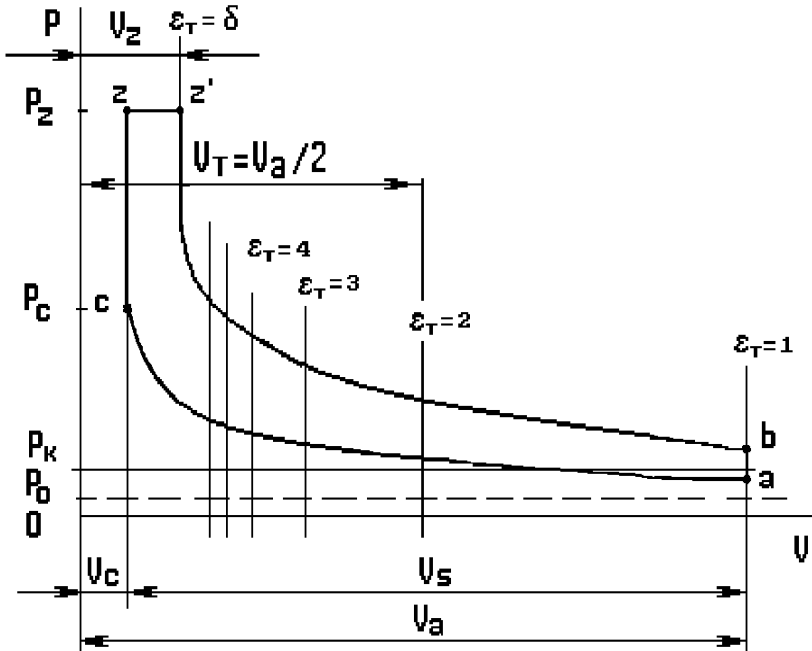

Рис. 1. Расчетный цикл Тринклера
*Задача 1.* Построить и обработать диаграмму (зависимость давления в цилиндре от объема цилиндра) расчетного цикла дизеля со смешанным подводом тепла (цикла Тринклера), рис. 1. Определить температуры и давления газа в характерных точках цикла ( $a, c, z, z', b$ ), вычислить среднее индикаторное давление графическим методом. Исходные данные для расчетов приведены в табл. 2.
где  $l$  — длина диаграммы, мм (отрезок, соответствующий объему  $V_S$  на рис. 1);  $m$  — масштаб диаграммы, МПа/мм.